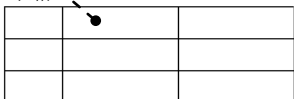
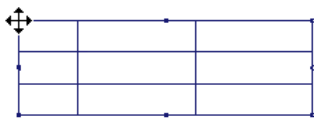

图 6.3.1 选取表格
图 6.3.2 处于选中状态的表格
Step2. 单击图 6.3.1 所示的表格，移动光标到轮廓的某一角上，直至光标变成一个四向箭头，如图 6.3.2 所示。
Step1. 按住鼠标左键框选图 6.3.1 所示的表格，在功能选项卡区域的“表”选项卡中选择“表” ▾ ➡ 移动特殊 命令，系统提示“从选定的项选择一点，执行特殊移动”，选取表格上的一个基准点，如图 6.3.4 所示。